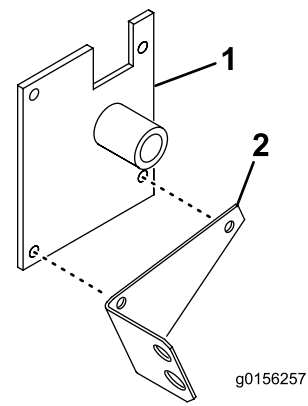

Bild 13
4. Befestigen Sie die Oberseite der rechten Füllkasten-Befestigungshalterung mit zwei Schrauben (3/8" x 1") und Sicherungsscheiben (3/8") an der rechten Seite der Maschine (Bild 13). Die Kerbe in der Halterung muss um den Haubenriegel passen.
5. Befestigen Sie die Unterseite der Halterung und die Kupplungshalterung mit zwei Schrauben (3/8" x 1") und Sicherungsmuttern am Rahmen (Bild 13).